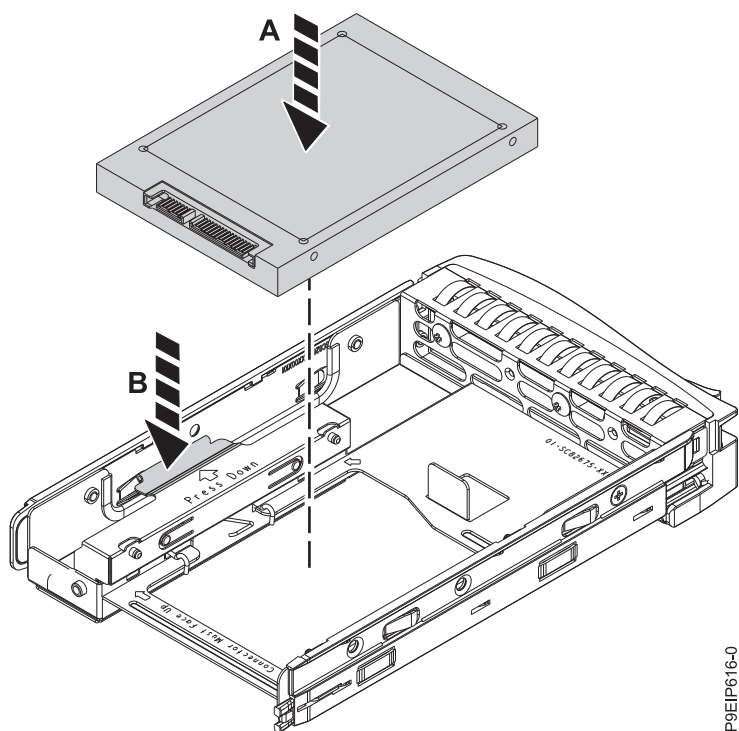

Figura 14. Montando a unidade de 2,5 polegadas na bandeja
- b. Abra a mola de retenção **(B)** conforme mostrado na Figura 14 na página 14.